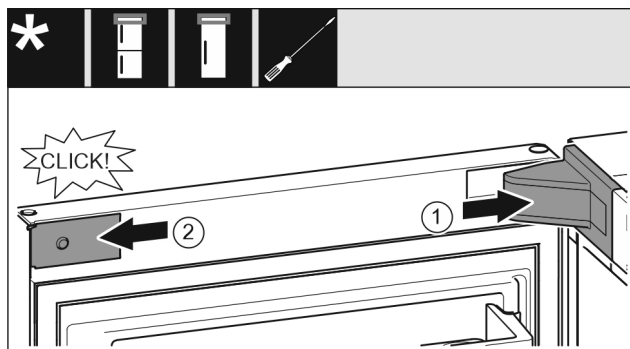

Fig. 20
- Applicare la copertura del blocco di supporto e innestarla, se necessario premere con cautela. Fig. 20 (1)
- Applicare il pannello lateralmente e innestarlo. Fig. 20 (2)